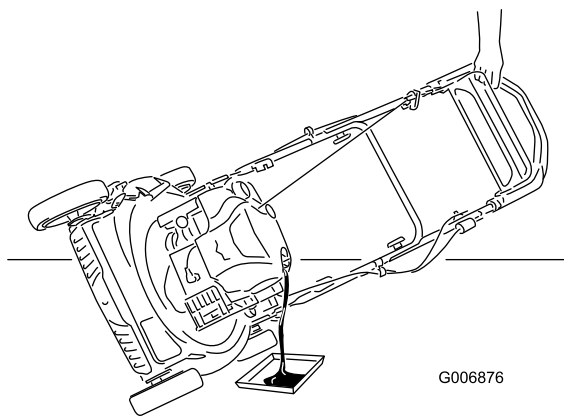

Figura 27
3. Inclinate il tosaerba sul fianco, con il filtro dell'aria in alto, per scaricare l'olio usato attraverso il tubo di riempimento (Figura 27).